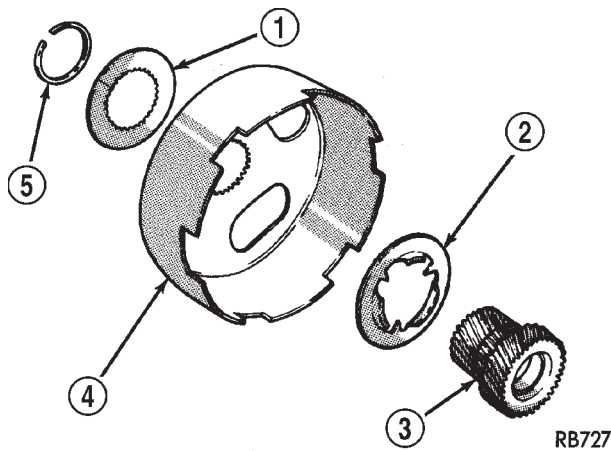

Fig. 37 Componentes del casco impulsor del engranaje solar
(37) Retire el casco impulsor del engranaje solar (Fig. 36) (Fig. 37).